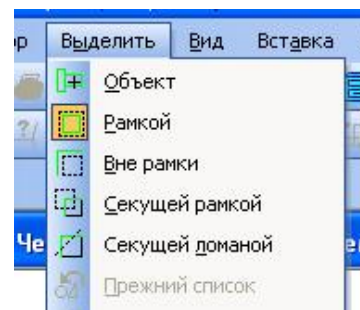

Рис. 1.20. Выпадающее меню **Выделить**
- 2) в появившемся меню (рис. 1.20) выбрать пункт **Рамкой**;